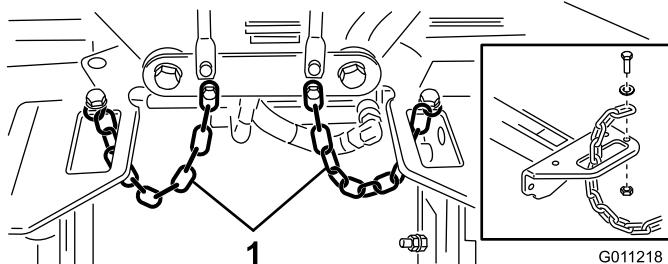

Figura 19
- Fate passare le catene del ribaltatore attraverso l'apertura presente sull'estremità di ogni telaio portante. Fissate le catene del ribaltatore alla parte superiore del telaio portante per mezzo di un bullone, una rondella e un dado di bloccaggio (Figura 19).